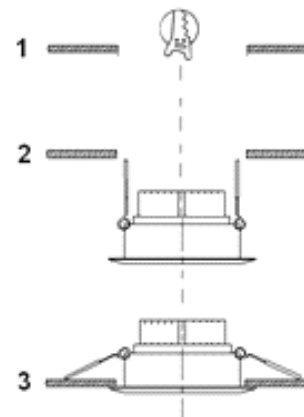

Рис.1. Установка светильника
- b) Подготовьте проем (вырез) в монтажной поверхности под установку светильника– 1(Рис.1);
- d) Установите светильник в подготовленный проем, предварительно прижав вверх к корпусу фиксирующие клипсы – 2 (Рис.1). Не допускайте пережатия питающих проводов;
- e) Убедитесь, что светильник надежно удерживается в проеме – 3 (Рис.1).;
5. Подключение и установка светильника (Рис. 1)